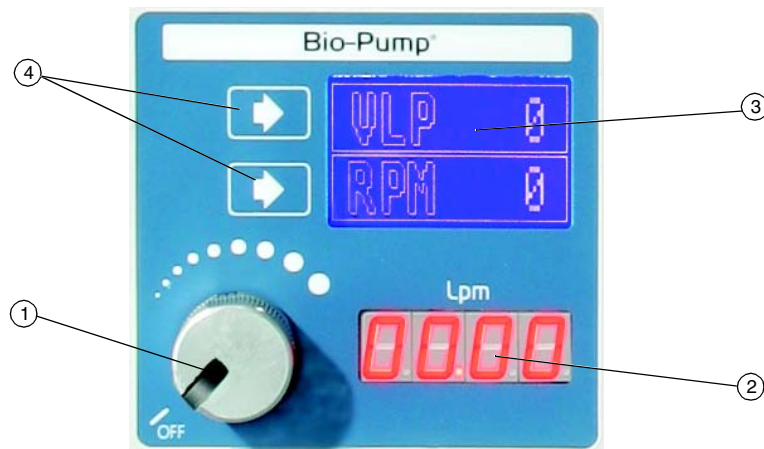

Abbildung 5-4. Bedienkonsole der Bio-Pump
2. **Bedienkonsole der Bio-Pump mit Reservedisplays:** Enthält einen Pumpendrehzahlregler, eine LED-Anzeige für den Flow und zwei LCD-Reservedisplays (siehe Abbildung 5-4).